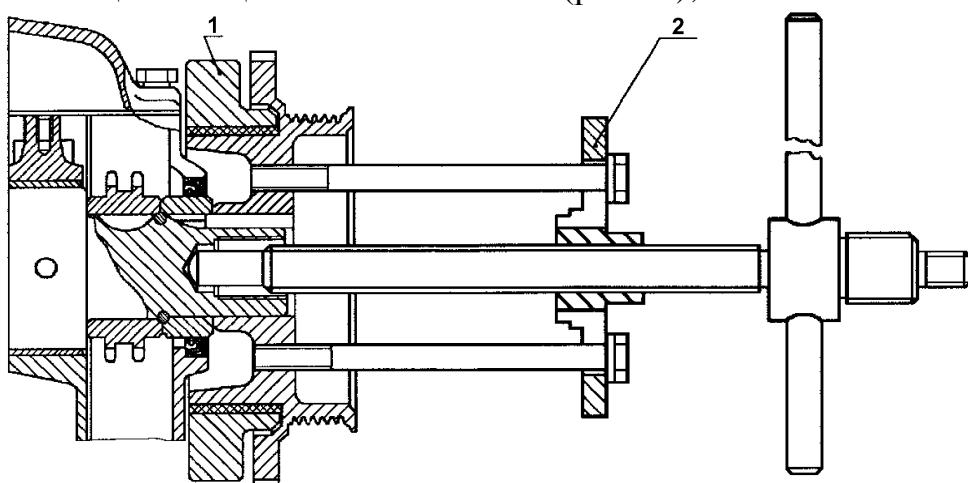

Рисунок 46. Снятие шкива-демпфера коленчатого вала:
- отвернуть стяжной болт коленчатого вала и снять шкив-демпфер коленчатого вала с помощью специального съемника (рис.46);